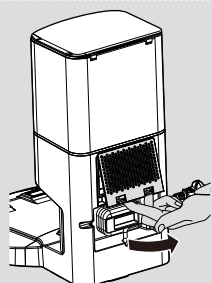

Рис. 10
1. Отстегните кожух выпускного фильтра и извлеките сам фильтр. [Рис. 10,11]